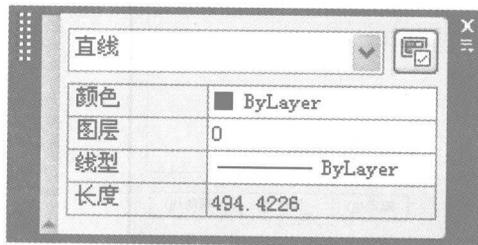

图 1-8 快捷属性面板
4) 增加了【快捷属性】，在绘图过程中，如果选择了一个或多个对象时将显示【快捷属性】面板，如图 1-8 所示，用户可以随时查看和修改对象属性，而不必求助于属性面板，可以通过状态栏打开/关闭快速属性。